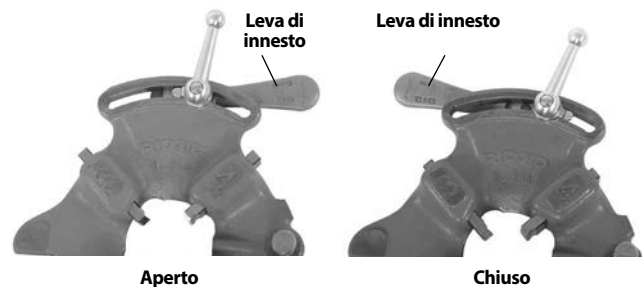

Figura 7 – Posizione della leva aperta/chiusa
2. Spostare la leva di innesto sulla posizione OPEN (APERTA) (Figura 7).